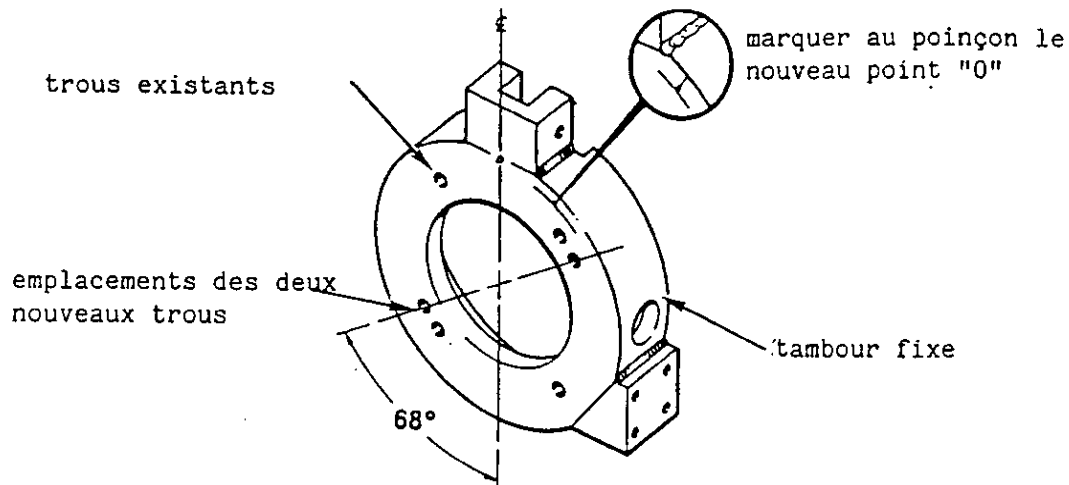

Figure 3
4. Retirer le tambour mobile et marquer à l'aide d'un poinçon le tambour fixe à l'intersection de la marque et de l'arc de cercle comme le montre la figure 3. Ce sera le nouveau point "0" pour caler les pompes destinées aux moteurs Oldsmobile V6-4,3L.
5. Percer et tarauder (aux mêmes dimensions que les autres trous) 2 nouveaux trous dans le tambour fixe aux emplacements indiqués sur la figure 3 (l'outil 22089 peut être utilisé pour déterminer la position de ces deux trous).